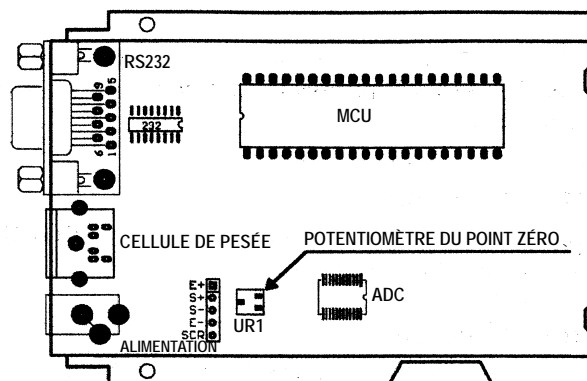

Figure 5.1 Emplacement du potentiomètre du point zéro
2. Une augmentation ADC à pleine capacité (NFS) peut être effectuée en chargeant le poids (W) sur la plateforme et l'augmentation ADC de W est N_w . L'augmentation ADC de la pleine capacité WFS est $WFS_{is} (NFS) = (N_w) \times (WFS) / W$.
- 2a. Il est possible qu'une valeur négative soit affichée à cause d'une erreur de la cellule de pesée ou à cause de la position du potentiomètre point zéro sur PCB. Cependant, le logiciel ne traite que les valeurs positives. Dans ce cas, la position du potentiomètre point zéro devra être ajusté pour que les données ADC soient positives et supérieures à $(Z_p \% + Z_k \%) \times NFS$. Normalement, l'indicateur est calibré en usine et ne requiert aucun ajustement. Pour savoir où est situé le potentiomètre du point zéro, voir la Figure 5.1. Le chiffre ADC diminue en faisant tourner le potentiomètre dans le sens horaire et augmente en faisant tourner le potentiomètre dans le sens antihoraire.